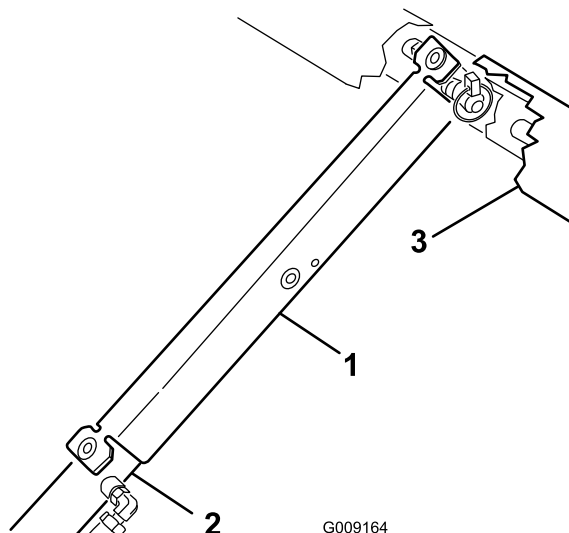

図 12
9. サポートをシリンダロッドにはめ込み、サポートの端部でシリンダバレルの端とシリンダロッドの端を確実に支える 図 12。